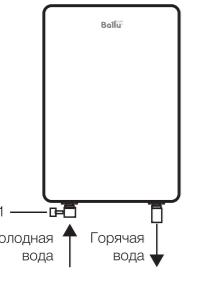

Рис. 5
• Предохранительный обратный клапан следует устанавливать в месте входа холодной воды (см. рис. 5).